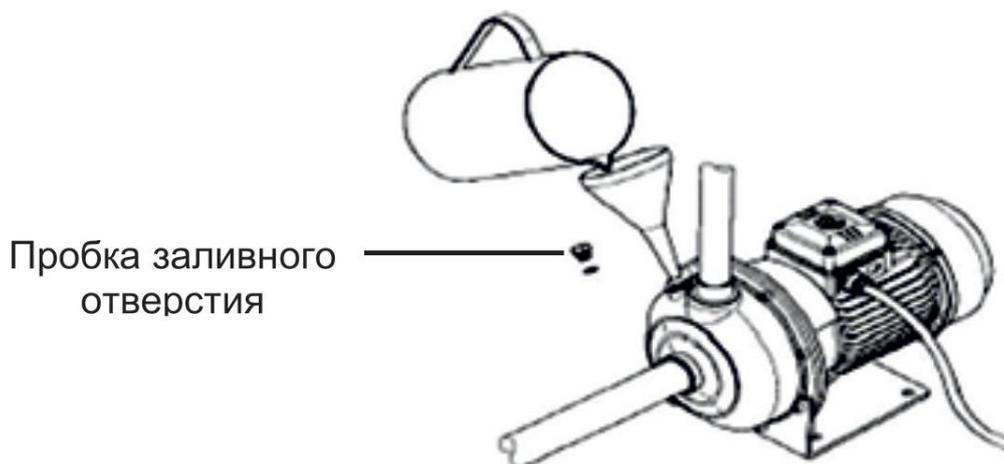

Рис.2 – Заполнение насоса водой
- Присоедините напорную трубу к выходному отверстию (3).
- Перед началом эксплуатации необходимо залить в насосную часть воду. Для этого открутите пробку (2) заливной горловины. Заливайте в систему воду, пока она не польется через край. Закрутите пробку (рис.2).